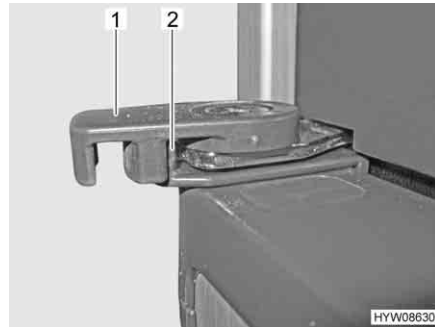

Fig. 65 Bloccaggio della porta del frigorifero in posizione di bloccaggio
- Ruotare il bloccaggio (Fig. 65,1) verso l'esterno.
- Tirare il bloccaggio (Fig. 65,1) verso il centro del frigorifero. La rientranza interna del bloccaggio deve essere riportata nel nasello di chiusura (Fig. 65,2).